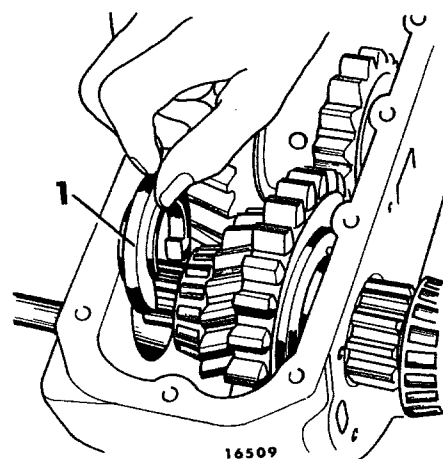
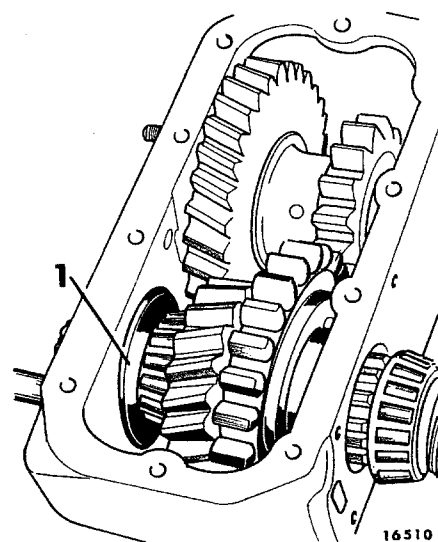

Fig 08-6. Placering av tryckbricka
Fig 08-7. Demontering av ytterbana
11. Driv utgående axeln bakåt tills bakre lagrets ytterring släpper i huset. Placera tryckbrickan mellan främre lagrets yttre och innerslag, se fig 08-6 och fig 08-7. Driv ut ytterringen med hjälp av axeln och brickan. Se till att inte kuggarna går mot varandra.